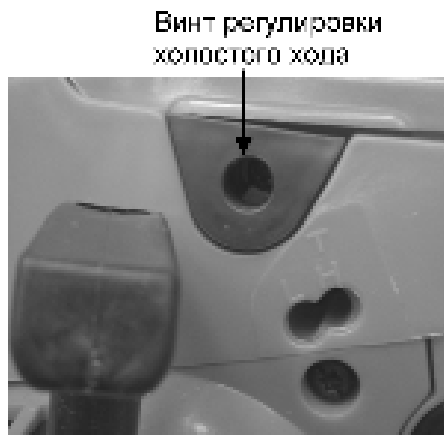

Рис. 20
**Внимание!** Карбюратор бензопилы оптимально отрегулирован на заводе-изготовителе. После обкатки двигателя и в процессе дальнейшей работы может потребоваться регулировка оборотов холостого хода. Холостой ход регулируется винтом карбюратора регулировки холостого хода (рис. 20). Любые другие регулировки карбюратора, кроме регулировки холостого хода, вне сервисного центра запрещены. Если необходима регулировка карбюратора обратитесь в авторизованный сервисный центр.